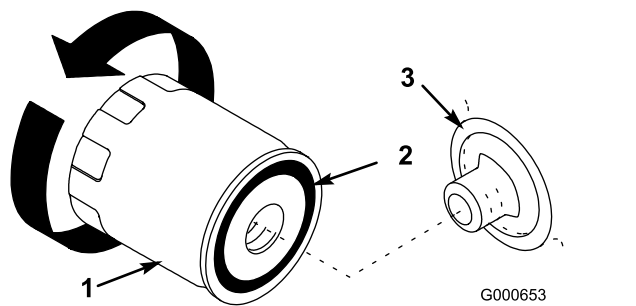

図 31
8. オイルフィルタを外し、フィルタのアダプタガスケットの表面をきれいに拭く **図 31**。
11. フィルタのガスケットにきれいなオイルを薄く塗る **図 31**。
12. アダプタに新しいフィルタを取り付ける。ガスケットがアダプタに当たるまで手でねじ込み、そこから更に 1/2 回転増し締めする **図 31**。